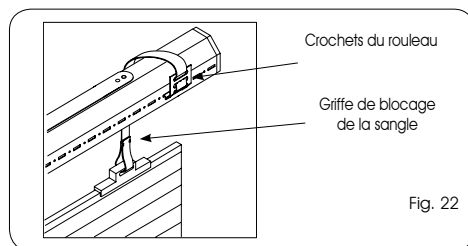

Fig. 22
**👉 REMARQUE:** S'il est impossible d'utiliser le câble plat pour fixer les sangles, utiliser les crochets du rouleau (Fig.1 réf. ❸), en les introduisant dans les défoncements du rouleau fixe d'après la figure 22.